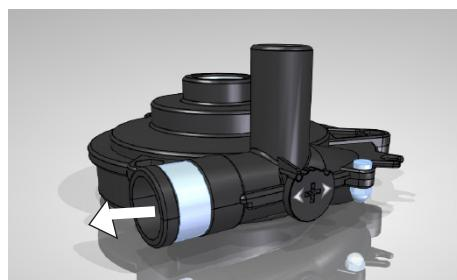

Fig 7.6.1 Bomba configurada en la posición de circulación INTERNA.
- Circulación **INTERNA**: El agua sale de la bomba por el tubo horizontal (Ver fig 7.6.1). Con esta configuración se consigue una buena homogeneización de la temperatura en el líquido de la cubeta.